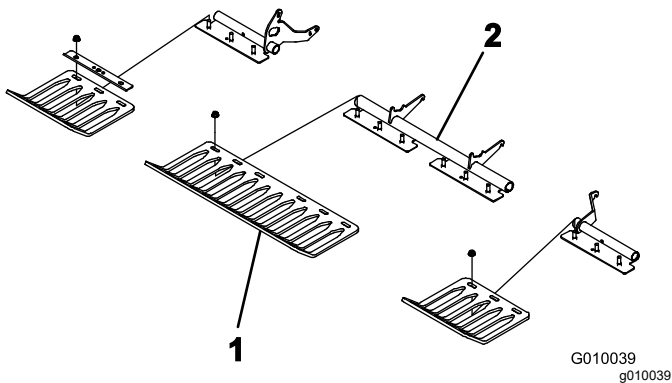

Bild 23
- Befestigen Sie die Rasenschutzvorrichtungen mit 4 Rasenschutzklemmen und 12 Bundmuttern lose an den Halterungen der Rasenschutzvorrichtung (**Bild 23**). Ziehen Sie die Bolzen nicht fest.
Hinweis: Rasenschutz-Klemmen und Bundmuttern sind ab Werk an den Halterungen für den Rasenschutzvorrichtung befestigt (**Bild 23**).